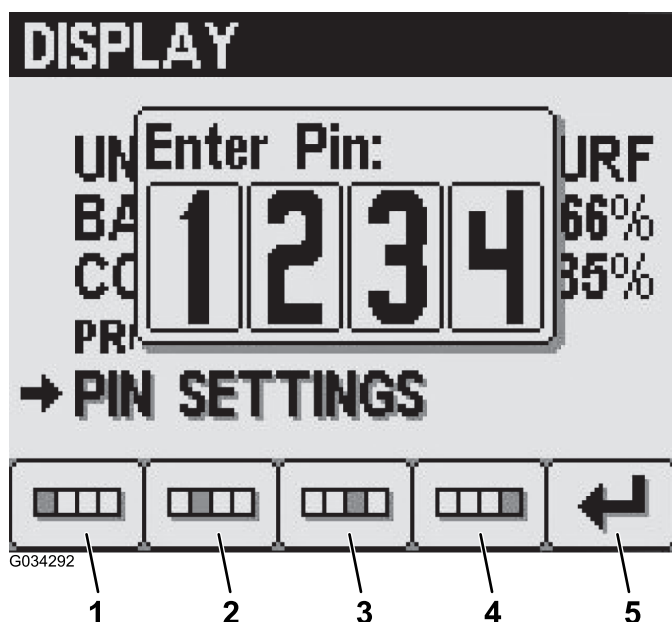

图15
2. 使用 1 号到 4 号按钮输入您的 PIN，输入完成后按 5 号按钮（图15）。
4. 使用 1 号到 4 号按钮输入您的旧 PIN，输入完成后按 5 号按钮（图15）。